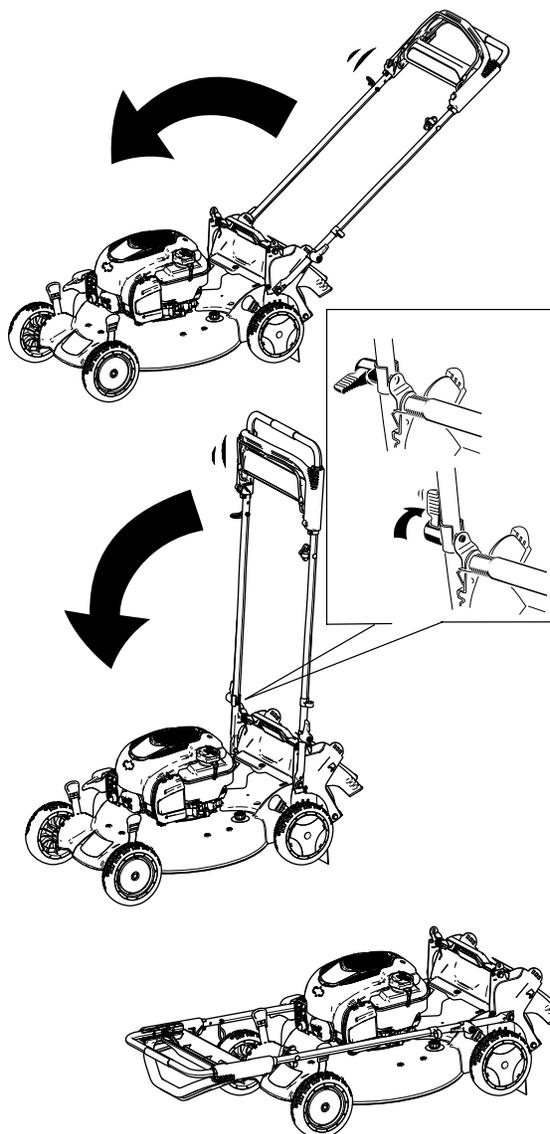

Рисунок 36
2. Поверните рукоятку вперед (Рисунок 36).